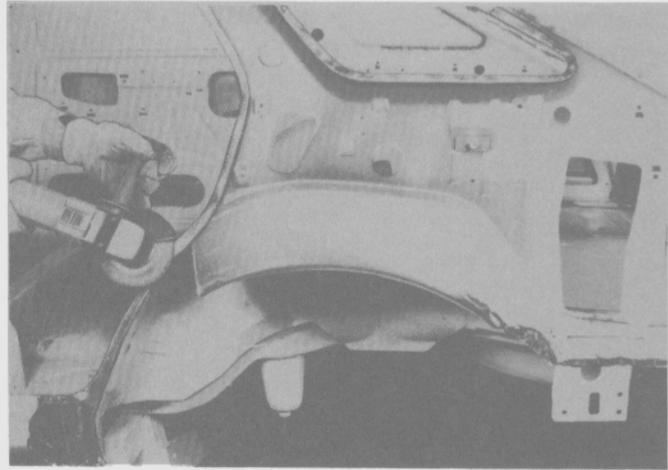

Fig. 206
- Pulir las pestañas y eliminar la pintura en caso necesario (Fig. 206).